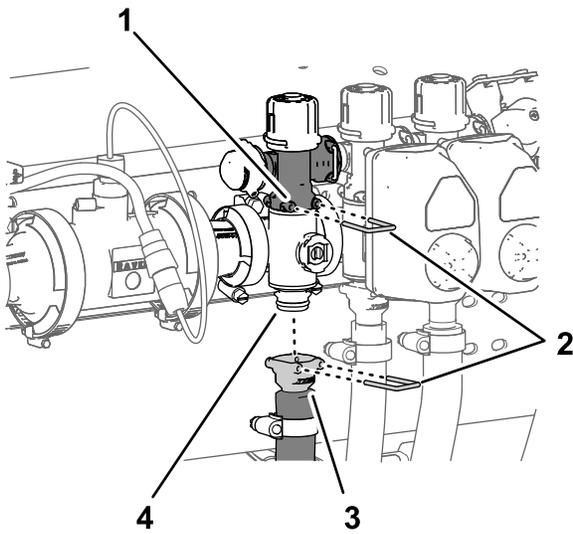

Figura 114
3. Conecte el acoplamiento rápido del distribuidor de la válvula de sección al acoplamiento rápido hembra de la válvula de desvío de sección con una grapa (**Figura 113** y **Figura 114**).
- Monte el acoplamiento rápido de la manguera de sección en el acoplamiento rápido del distribuidor de la válvula de sección con la grapa (Figura 114).